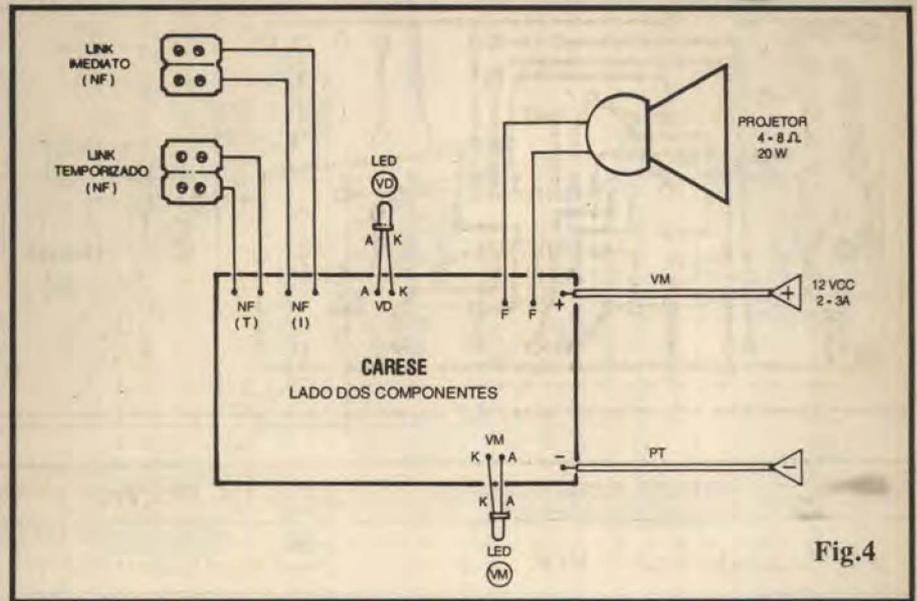
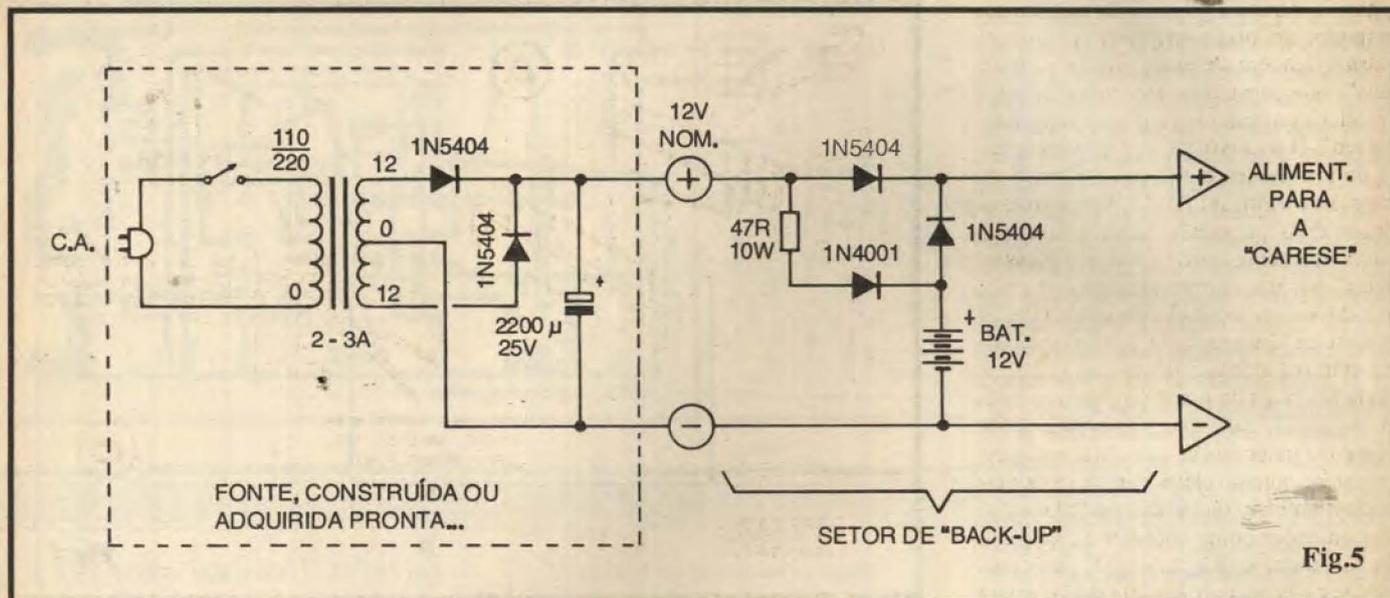
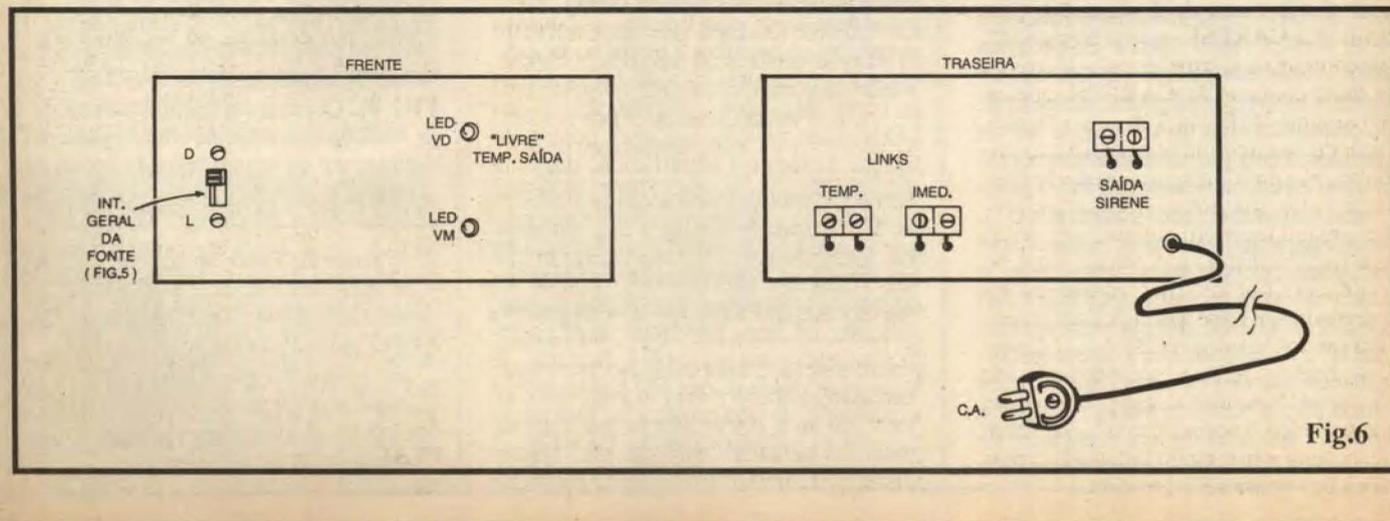

Fig.4
Fig.5
Fig.6
- 1 - Fonte de alimentação com Saída em 12 VCC, sob Corrente nominal de 2 ou 3 ampéres (ver FIG. 5). Se a fonte for construída pelo próprio montador, serão necessários os respectivos componentes (detalhes mais adiante...)
- 1 - Caixa para abrigar a montagem. As dimensões dependerão da inclusão ou não, no próprio container, da mencionada Fonte de Alimentação, eventual bateria de *back up* mais módulo de "apoio" (ver FIG. 5 e detalhes, mais adiante). Recomenda-se uma caixa padronizada em metal ou plástico forte.
COMPONENTES PARA EVENTUAL MONTAGEM DA FONTE DE ALIMENTAÇÃO (FIG. 5)
- - Substrato para a montagem, semelhante aos requisitos da FONTE DE ALIMENTAÇÃO, já relacionados. Se o Leitor/Hobbysta optar pela realização da fonte e módulo de *back up* nos conformes do "esquema" da FIG. 5, poderá, para maior elegância e praticidade, incorporar os dois módulos numa só placa de Impresso, ou sobre uma única "ponte" de terminais, fixando todo o conjunto dentro da caixa previamente escolhida para conter o circuito da CARESE (ver FIG. 6)
- FIG. 4 - CONEXÕES EXTERNAS À PLACA - A grande sintetização e simplificação geral obtidas no circuito, reflete-se obviamente também nas conexões "da placa para fora", que tornaram-se poucas e fáceis... O diagrama ilustra tudo o que se refere ao tema, a partir de uma visão da placa ainda pela sua face não cobreada, bastando ao Leitor/Hobbysta seguir com atenção cada passo, ponto e conexão... Atenção, principalmente, à polaridade da cabagem da alimentação (a "velha" recomendação de se usar fio com isolamento vermelho no positivo e preto no negativo...), à correta identificação dos terminais (e cores dos ditos componentes...) dos LEDs, com relação aos seus pontos de ligação à placa e à identificação dos dois links, sendo que o código NF(T) refere-se à Entrada do link temporizado, enquanto que a marcação NF(I) indica a Entrada do link imediato... O projetor de som, ou altofalante, é componente não polarizado, podendo ter seus terminais indiferentemente ligados aos pontos F-F da placa... É bom notar, desde já, que não é obrigatória a instalação do dito projetor de som (altofalante) na própria caixa da CARESE... Pode ser conveniente (e até recomendável,
- FIG. 5 - "ESQUEMA" SUGERIDO PARA A FONTE DE ALIMENTAÇÃO "FEITA EM CASA", PARA O EVENTUAL ADENDO DE UM MÓDULO DE BACK UP... - Conforme já foi dito e exemplificado várias vezes, a CARESE pode ser facilmente alimentada por uma fonte convencional, dessas compradas "prontas" a preço bastante razoável, desde que capaz de oferecer os requeridos 12 VCC sob uns 2 ou 3 ampères... Dentro do box tracejado, na figura, temos o elemento diagrama esquemático de uma dessas fontes que - se o Leitor/Hobbysta assim preferir - também poderá ser totalmente montada (é uma "brincadeirainha", para qualquer verdadeiro Hobbysta...) "em casa". Em qualquer caso, os pontos demarcados com "+" e "-" (sinais dentro de círculos) podem ser diretamente ligados às linhas de alimentação da CARESE (ver FIG. 4). Quem quiser acoplar um módulo de back up, ou seja: para "carregamento" permanente de uma bateria de apoio, que assumirá - automaticamente - a energização do sistema em caso de "falta de força" na C.A. local, basta acrescentar o arranjo situado fora do box tracejado (incluindo, obviamente, a necessária bateria...). Nesse caso, os pontos marcados com "+" e "-", dentro de triângulos, é que devem ser conectados às linhas de alimentação da CARESE... Observem que o sistema de back up proposto é simples, despretencioso, porém suficiente para a finalidade, com a
bateria recebendo uma permanente carga sob Corrente bastante moderada (graças ao resistor limitador de 10R), e com os diodos formando uma "porta" ou "relê" em estado sólido, capaz de redirecionar a linha de energização, em caso de efetivo *black out*... Seja com módulo/fonte comprado pronto, seja com fonte "feita em casa", acoplada ou não ao sugerido módulo de *back up*, é elegante e prático que tudo seja acondicionado na mesma caixa destinada ao abrigo da placa principal do circuito (ver FIG. 6).
- FIG. 6 - SUGESTÕES BÁSICAS PARA A CAIXA DA CARESE... - Um bom sistema de alarme pressupõe, entre outras coisas, praticidade no uso... Tal requisito envolve - por óbvias razões - uma caixa elegante, simples, com os controles essenciais todos "à mão", acessos fáceis, pilotos e indicadores bem demarcados,